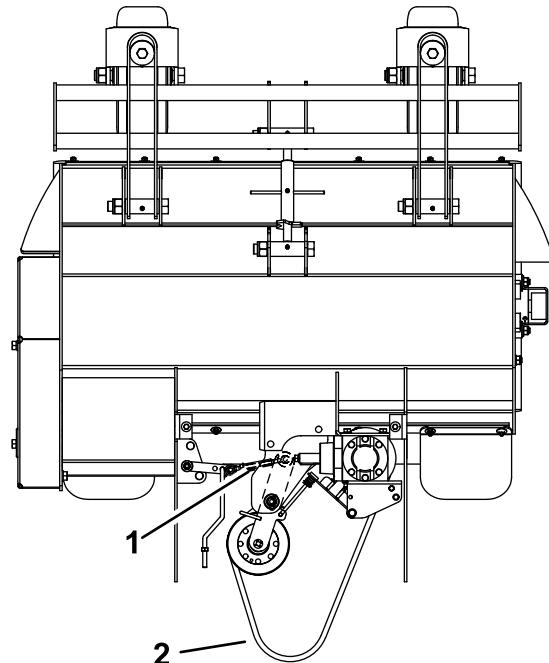

Bild 6
6. Prüfen Sie die Verlegung des Rotortreibriemens (**Bild 6**). Weitere Informationen zum Einstellen des Treibriemens finden Sie im Abschnitt „Austauschen des Rotortreibriemens“ in der *Bedienungsanleitung* der Zugmaschine.